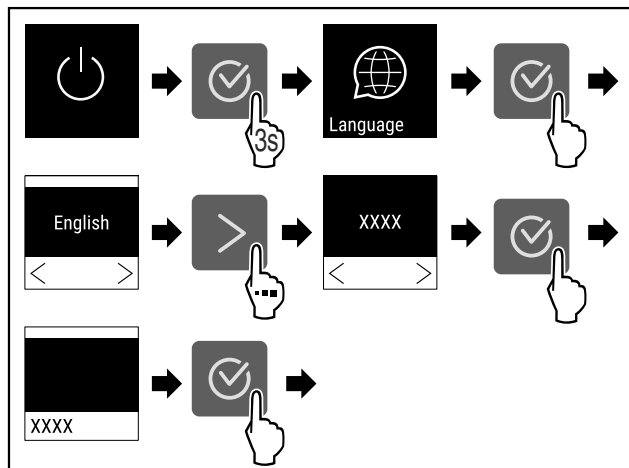

Fig. 54
- Atlikite veiksmus (žr. Fig. 54).